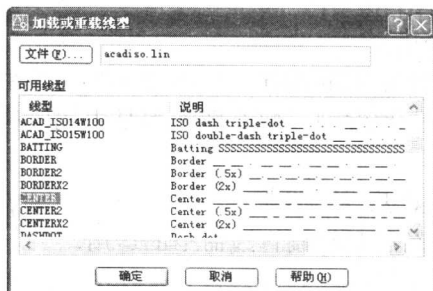

图 2-6 加载新线型
(5) 在“选择线型”对话框中, 单击“加载”按钮, 系统打开“加载或重载线型”对话框, 选择 CENTER 线型, 如图 2-6 所示。确认退出。